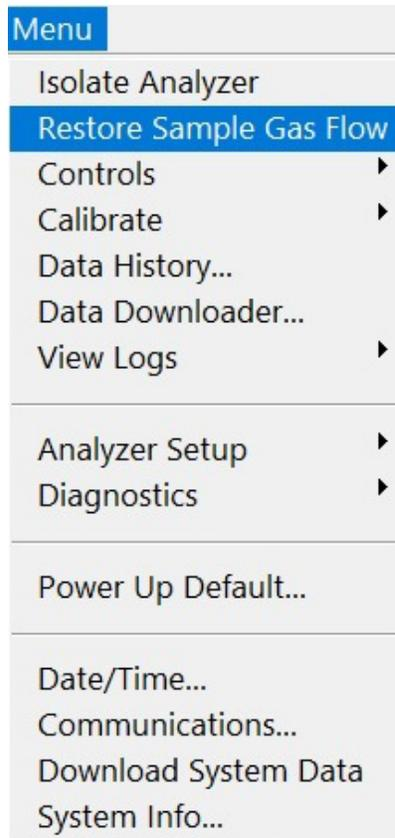

图 49: 启动气流
预热和吹扫完成后，按“菜单”键并选择“系统” > “恢复样气流量”，由此形成样品气流，如图 49 所示。验证主屏幕是否显示流量。
5. 水分传感器气体控制阀的状态将在主屏幕上显示。出厂时仪器的默认状态是传感器处于隔离状态。可以按照 **8.4 开机默认值设置（适用于配备隔离阀的分析仪）** 中的描述进行调整。如果传感器处于隔离状态，通过选择主菜单上的**恢复样气流量**建立工艺气体，如 **图 49** 中所示。